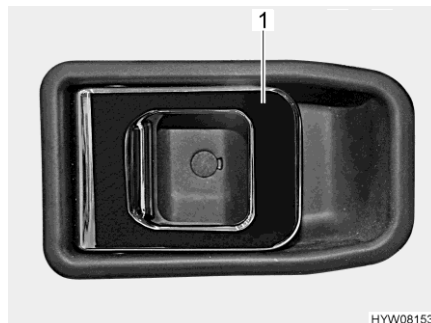

Bild 39 Dörrlås (förardörr/bodelsdörr, insida)
- Drag i handtaget (Bild 39,1). Dörrlåset låses upp respektive öppnas.
- Tryck ned handtaget (Bild 39,1). Dörrlåset låses.